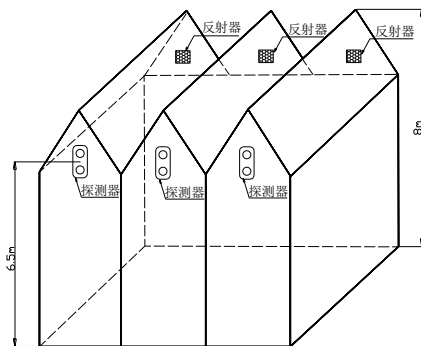

图 7 探测器和反射器安装示意图
d) 建筑物举架为 8m 左右的人字型结构，应将探测器和反射器安装在距人字梁 1.5m 处的相对两墙墙壁上，如图 7 所示。